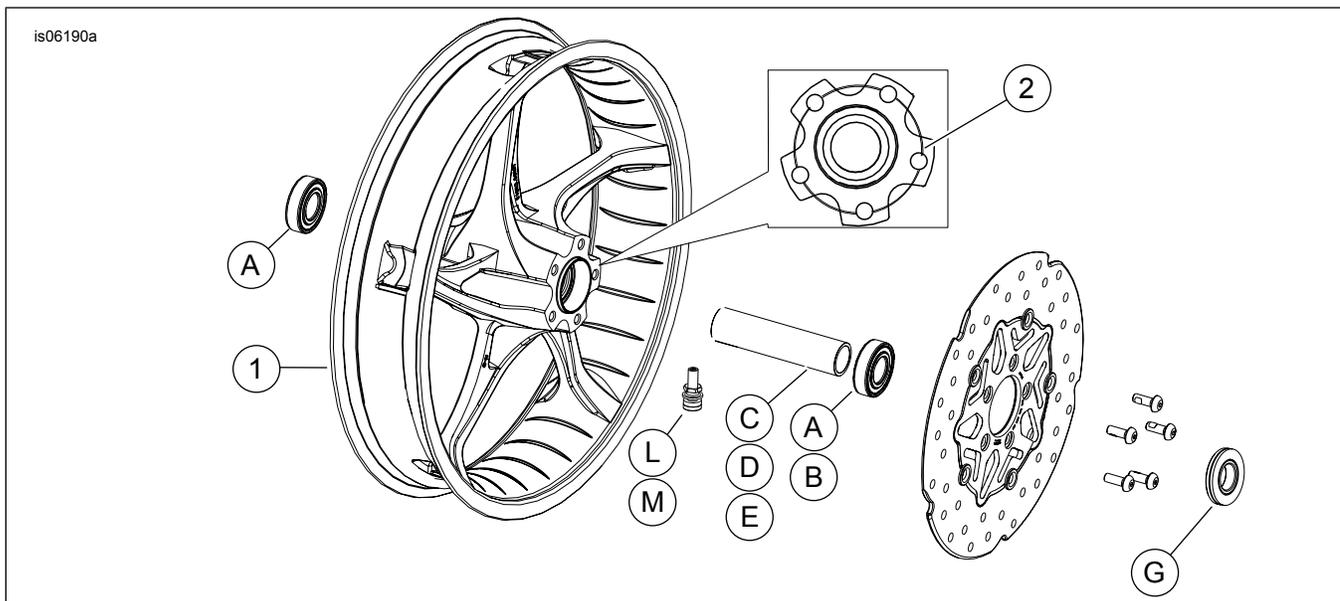

Figura 1. Peças de reposição: Roda dianteira Stinger
Veja a Figura 1 e as tabelas de peças de reposição.
2. Veja Figura 1. Instale o conjunto da haste da válvula (L ou M) na roda. Consulte o Manual de serviço.